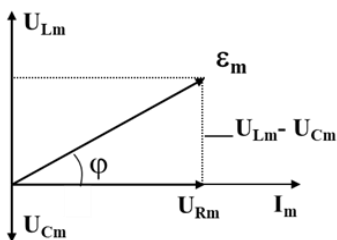

Рис.3
На основании (9) построим векторную диаграмму (рис.3), из которой следует, что